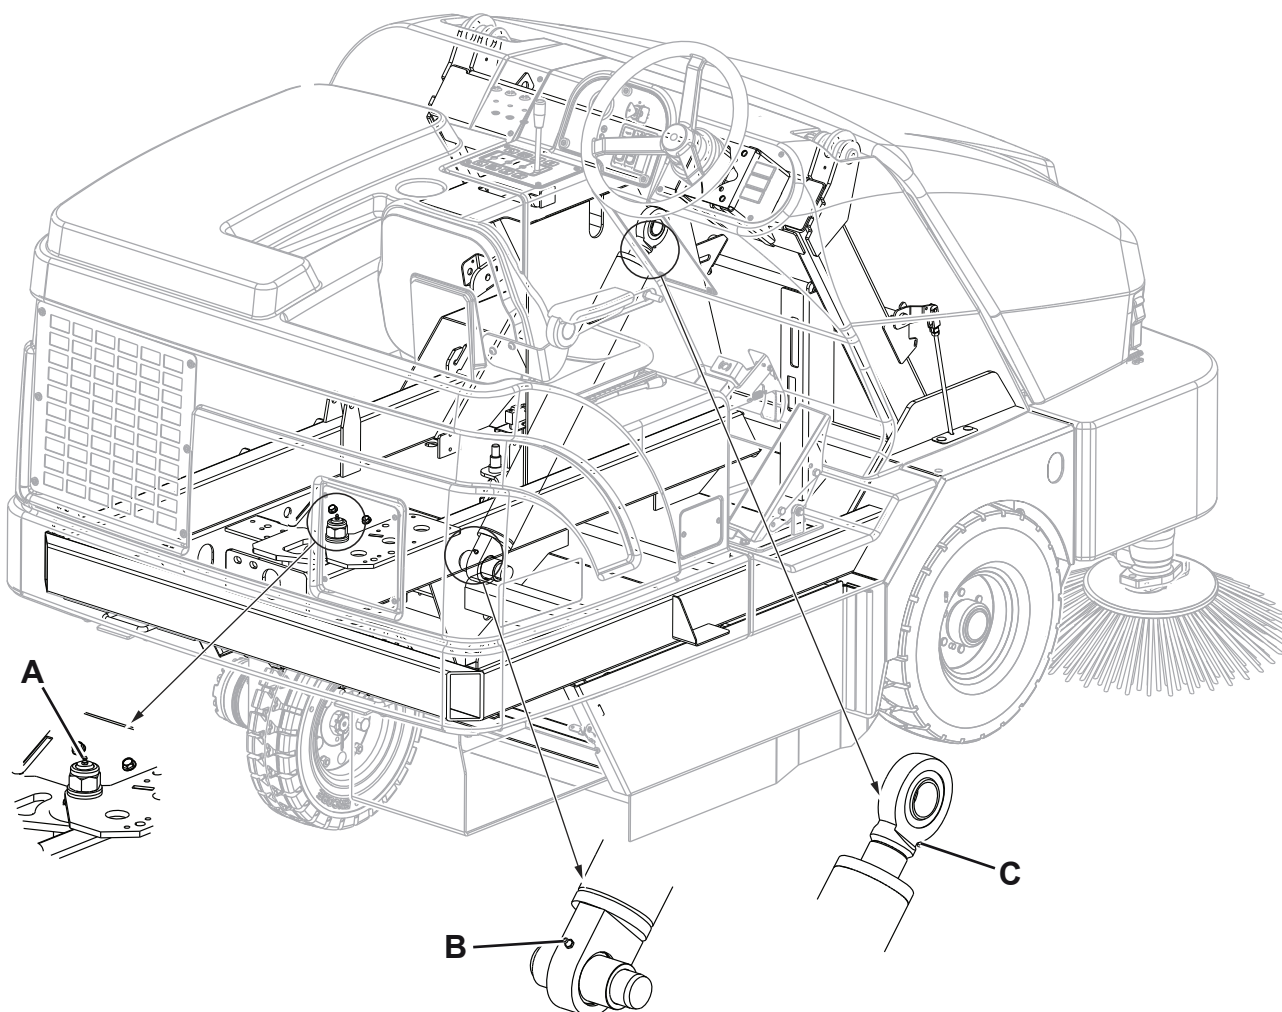

Abbildung 2
- Zapfen des gelenkten Rades (A, Abb. 2)
- Unteres Ende des Hubzylinders des Abfallbehälters (B)
- Oberes Ende des Hubzylinders des Abfallbehälters (C)